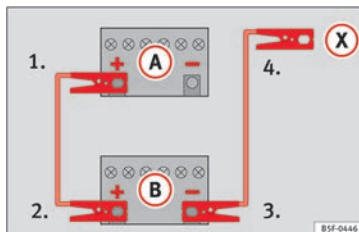

Fig. 67 Esquema de conexión para vehículos sin sistema Start Stop.
2. Emborne un extremo del cable rojo de emergencia al polo positivo (+) del vehículo con la batería descargada (A)»» fig. 67.
3. Emborne el otro extremo del cable rojo de emergencia al polo positivo (+) del vehículo que suministra la corriente (B).
4. En los vehículos sin sistema Start-Stop: emborne un extremo del cable negro de emergencia al polo negativo (-) del vehículo que suministra la corriente (B)»» fig. 67.
- En los vehículos con sistema Start-Stop: emborne un extremo del cable negro de emergencia (X) a un terminal de masa adecuado, a una pieza de metal maciza que